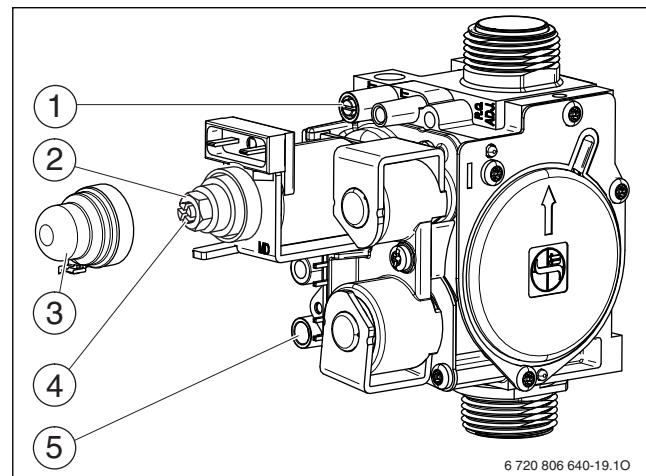

Рис. 31 Газовая арматура
- ▶ Отверните уплотнительный винт штуцера измерения давления на форсунках (→ рис. 31, [1]) и подсоедините U-образный манометр.
- ▶ Снимите крышку (→ рис. 31, [4]).
- ▶ Для «тх» давление (мбар) на форсунках приведено в таблице на стр. 37. Установите давление на форсунках регулировочным винтом максимального расхода газа (→ рис. 31, [2]). Поворот направо - больше газа, поворот налево - меньше газа.
- ▶ Давление на форсунках (мбар) для положения «минимум» приведено в табл. на стр. 37. Установите давление на форсунках регулировочным винтом минимального расхода газа (→ рис. 31, [3]).
- ▶ Отверните уплотнительный винт на штуцере измерения подаваемого давления газа (→ рис. 31, [5]) и подсоедините манометр.